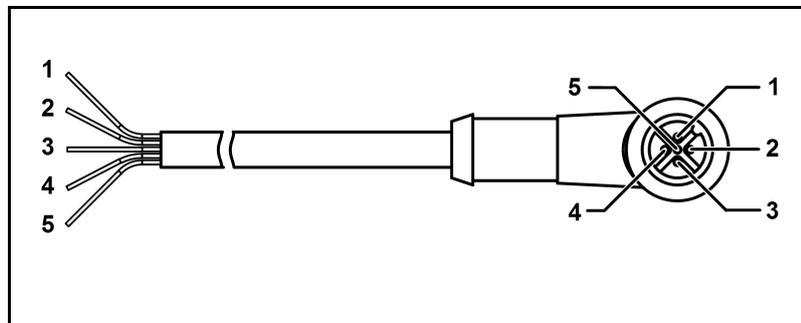

Fig. 5 : Occupation câble RC
1. Équiper le câble de contrôle externe (câble RC) avec la fiche adaptée à l'appareil de commande à utiliser. Pour l'occupation des fiches voir chapitre 4.6 Tab. 12 et Fig. 5.